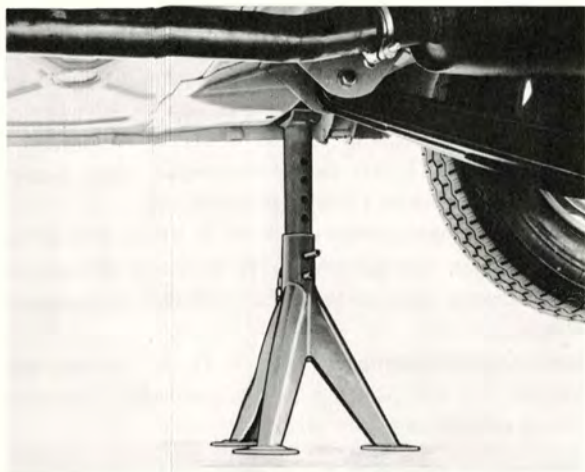

Bild 7-3.
1. Palla upp bakvagnen. Bockarna placeras framför bakre domkraftsfästena och ytterst mot botten-svällarna (bild 7-3).
1. Palla upp bakvagnen, med bockarna placerade enligt bild 7-3.
1. Palla upp bakvagnen med bockarna placerade enligt bild 7-3, och demontera hjulet på den sida bärarmen skall demonteras.